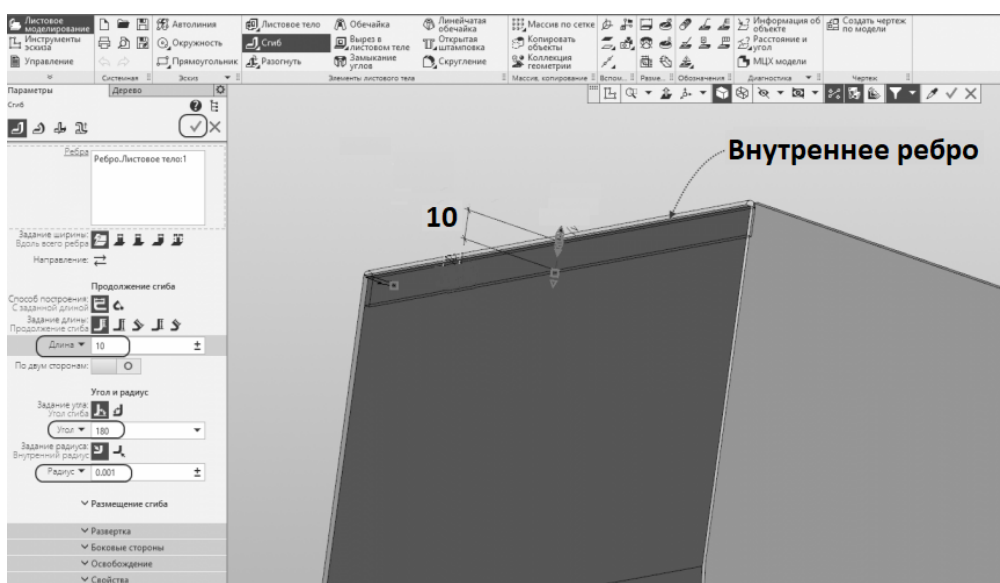

Рис. 9.7. Моделирование плоского сгиба на передней (изогнутой) грани
6. Моделирование плоского сгиба. Данный сгиб нужен для жесткости стенки, также он позволяет убрать острый край. Запускаем команду «Сгиб». Указываем внутреннее ребро вертикальной грани передней (изогнутой) части листовой детали. Устанавливаем угол 180° радиус – $0,01$ мм, длину – 10 мм (рис. 9.7). Нажмите кнопку «Создать объект» ✓.